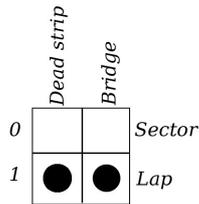

Figura 35: combinazione non permessa.
La figura 35 mostra l'ultima combinazione possibile degli *switch* per settare i sensori. In particolare il significato del settaggio mostrato in figura indicherebbe alla *Track Interface* di considerare sia il ponte DS che la banda morta come sensori di fine giro, ma questo non può essere possibile. Questa combinazione errata viene segnalata dalla *Track Interface* facendo lampeggiare i led (3) e (4) fino quando l'utente non cambia il settaggio. Inoltre durante questa situazione, la